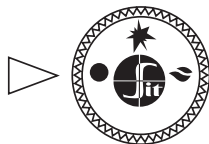

Рис. 8.
- 7.2. В исходном (выключенном) положении ручка управления ходит в положение **«точка»** (рис. 8). Пилотная и основные горелки погашены (подчас газ к ним заблокирован).